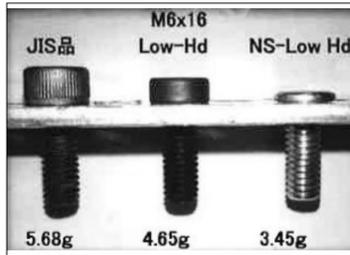

図1 頭部高さの比較
- ・極薄頭部形状にて軽量化。キャップスクリーン一般品に対して約4割減(図1、表1参照)